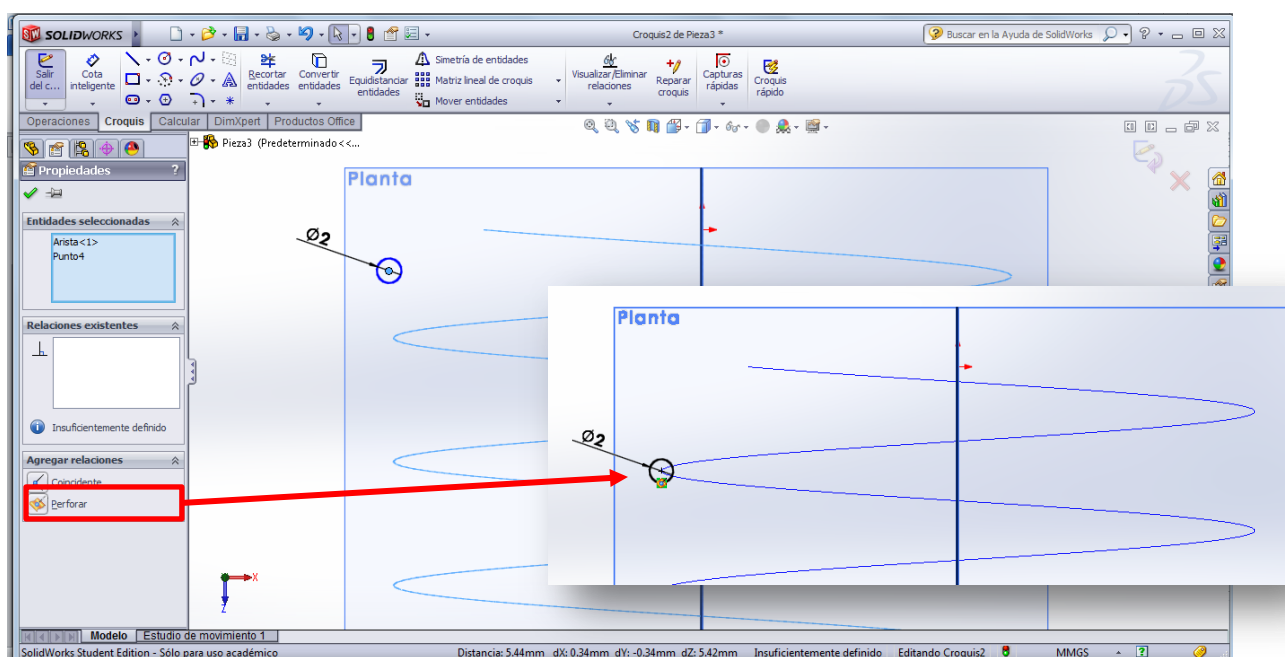

Figura 23. Creación de croquis de sección transversal del alambre del resorte e intersección con hélice.
- e) Una vez dibujado el círculo, se debe intersectar con la hélice. Para ello, seleccionar el CENTRO de la circunferencia y la hélice al mismo tiempo (esto se logra haciendo click sobre ambos elementos mientras se mantiene presionada la tecla Ctrl). Aparecerá una ventana a la izquierda donde, al final, hay dos relaciones: coincidente y perforar. Se selecciona ésta última y se observará cómo la hélice ahora atraviesa la circunferencia de 2 mm. En la Figura 23 se observa este procedimiento. Finalmente, se completa la operación en la flecha.